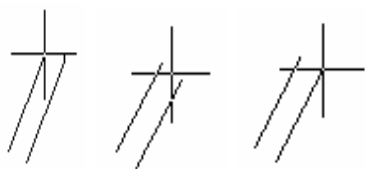

图 3-3
绘多线时，执行上 (T)，多线上最顶端的线随光标移动，无 (Z) 多线的中心线随光标移动，下 (B) 多线最底端的线随光标移动，如图 3-3 所示。